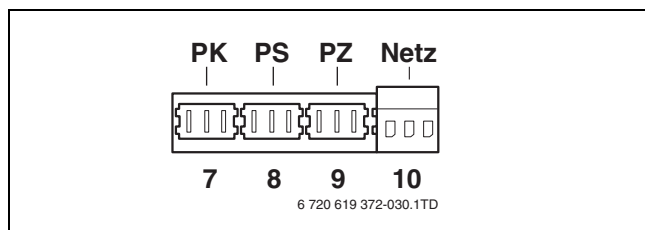

Fig. 42 Collegamenti 230 Volt della morsettiera
- Se necessario, collegare la pompa esterna esistente (non la pompa del gruppo di collegamento) al morsetto verde PK (→ fig. 42, [7]).
- Collegare la pompa di carico accumulatore al morsetto grigio PS (→ fig. 42, [8]) Corrente assorbita massima ammessa della pompa = 250 W.
- Collegare la pompa di circolazione al morsetto lilla PZ (→ fig. 42, [9]). Corrente assorbita massima ammessa della pompa = 250 W.